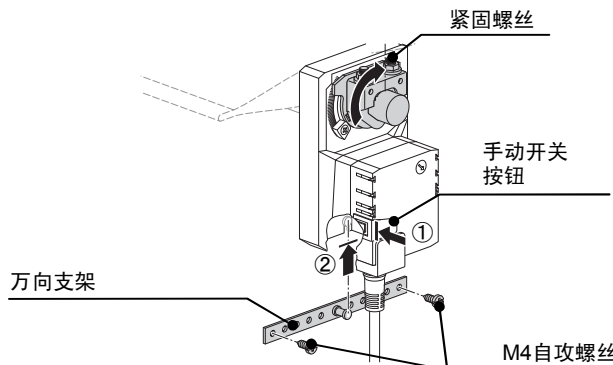

图6 万向支架
(3) 一边按动手动开关按钮，一边手动操作风阀执行器 [在紧固螺丝到达垂直位置(参照图6)之前]。然后，将万向支架插入到风阀执行器内，用M4自攻螺丝将其固定在风阀上。